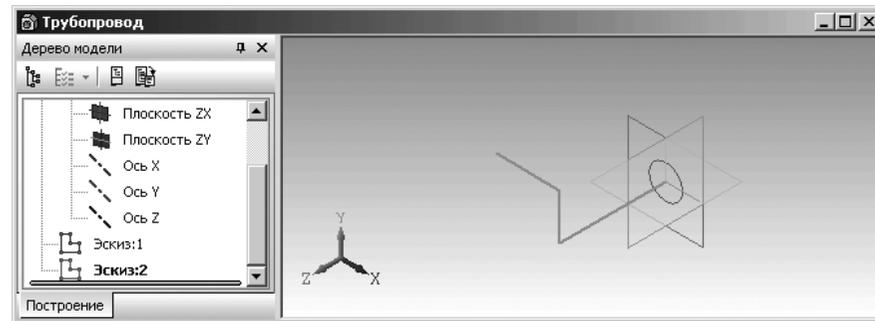

Рис. 2.120. Окно модели **Трубопровод** после создания эскиза сечения **Эскиз:1** и эскиза траектории **Эскиз:2**
- нажмите функциональную клавишу **F9** для включения команды **Показать все**. Это состояние системы показано на рис. 2.120.